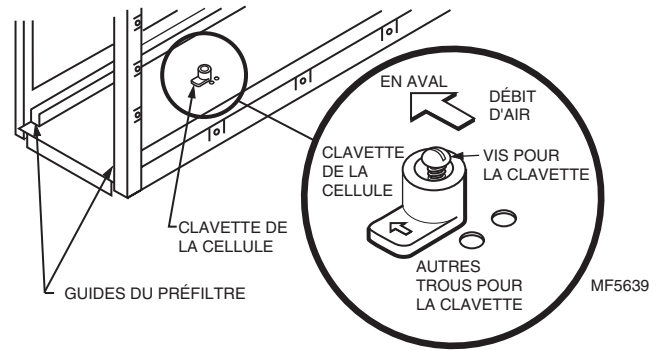

Fig. 8. La position de la clavette de la cellule détermine l'orientation de la cellule (la flèche de la clavette doit pointer vers l'aval).
2. Desserrer la vis qui tient la clavette de la cellule en place. Voir la Fig. 8.